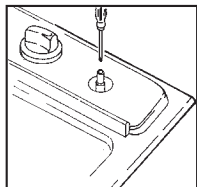

Fig. 4
4. Introduzca en el centro del vástago de la válvula la punta de un desatornillador plano e inserte la punta del desatornillador en el tornillo de regulación que está dentro del vástago de la válvula (Fig. 4). Gire el desatornillador actuando sobre el tornillo en el sentido necesario hasta obtener una flama mínima adecuada.